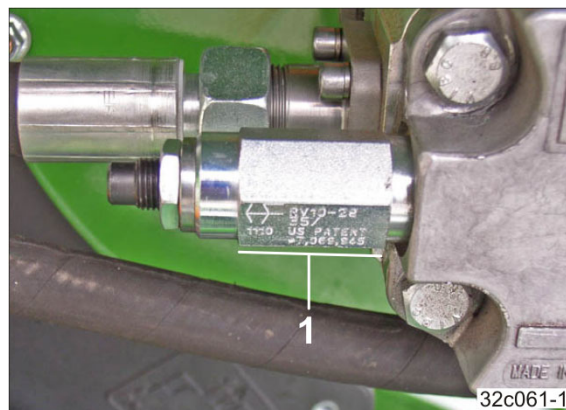

Bild 169
- 2.2 Tryckbegränsningsventil med sexkants ytterkontur (Bild 169/1)